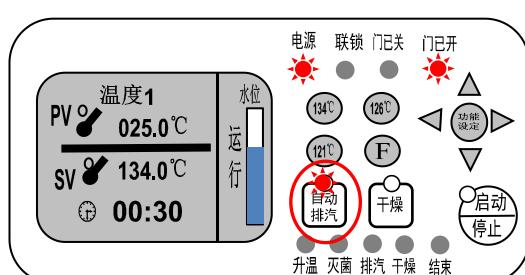

图 15
4. 设置自动排气功能（非干燥功能）后，运行状态界面。图 15。